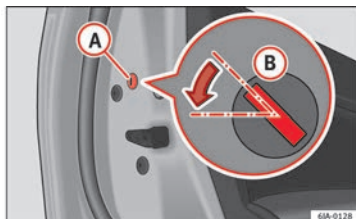

Fig. 4 Porta traseira: trancar de emergência.
- Retire a tampa **A**»» Fig. 4.